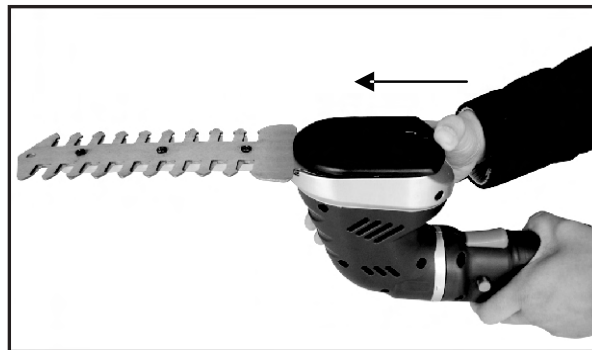

Fig. 24
Para que el protector quede firme, deslícelo hacia la cuchilla (Fig. 24).
- Sujete el conjunto de cuchillas en una prensa de banco y lime la superficie de corte expuesta de cada diente. Cerciórese de mantener el ángulo original del diente. (Fig. 24).